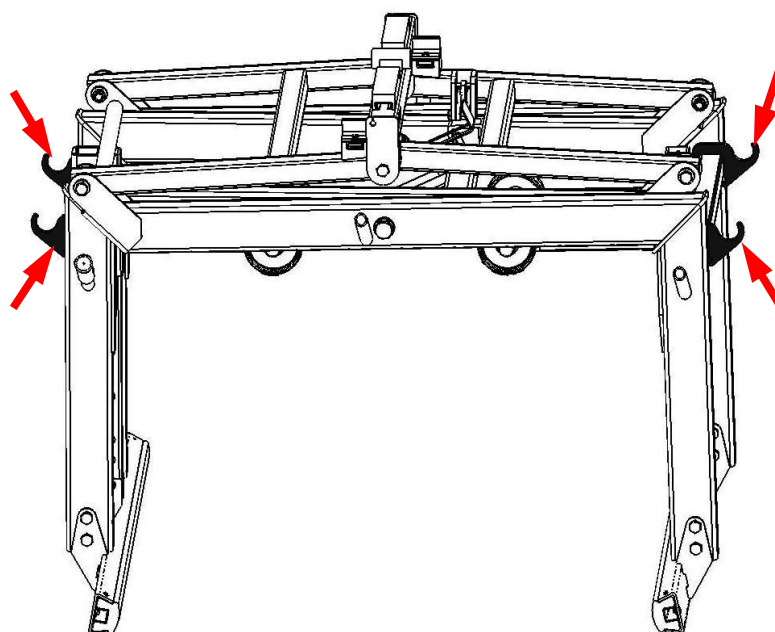

Afb. 1
1.) Alle 4 netbeugels telkens aan de zijkant bij het apparaat inhaken. (zie afb. 1 + afb. 3)